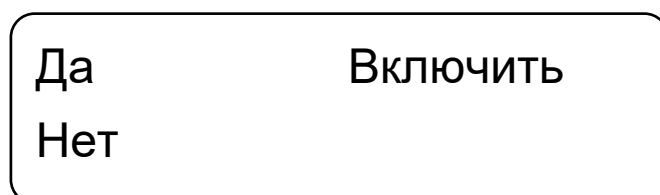

Рисунок 2 – Окно включения
2.1.1 Для включения блока КРТ необходимо одновременно длительно (на время 3...5 с) нажать кнопки «▼» и «Р», при этом на индикаторе должна появиться надпись «Включить» (см. рисунок 2), после чего отпустить кнопки «▼» и «Р» и нажать кнопку «▲» (при нажатии на кнопку «▼» питание блока КРТ отключится). После этого на индикаторе появится надпись «КРТ Ведущий» или «КРТ Ведомый». Блок КРТ перейдет в **режим функционирования**.